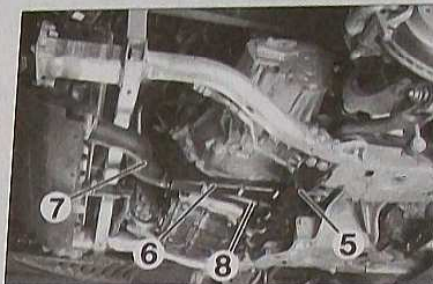

FIG.2
- la barre antirapprochement (5) du berceau (Fig.2).
- l'impacteur (6) sous la boîte de vitesses.